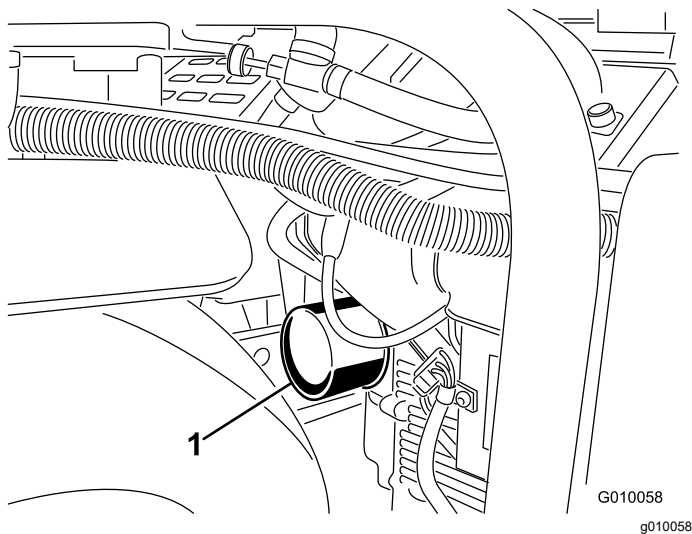
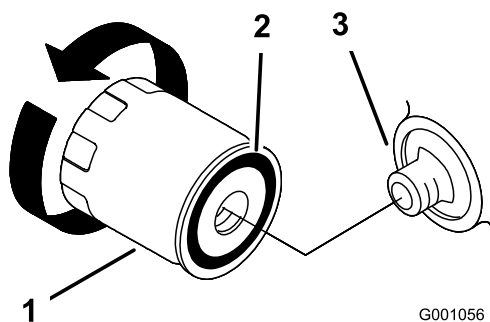

图 45
图 46
5. 在滤清器下面放一个浅盘或抹布接住机油图 45。
6. 拆下旧滤芯图 45和图 46并擦拭滤芯安装座垫片的表面。